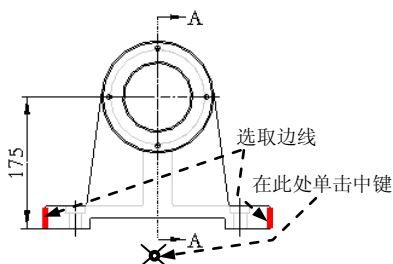
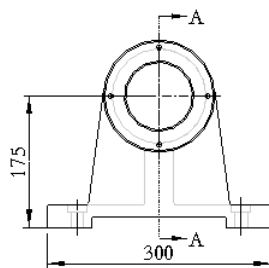

图 5.8.34 选取边线
图 5.8.35 显示尺寸（一）
(1) 在功能区中选择 **注释**  **尺寸** 命令。此时系统会弹出“选择参考”对话框。
(2) 选取图 5.8.34 所示的边线，然后在图 5.8.34 所示的位置单击中键，结果如图 5.8.35 所示。